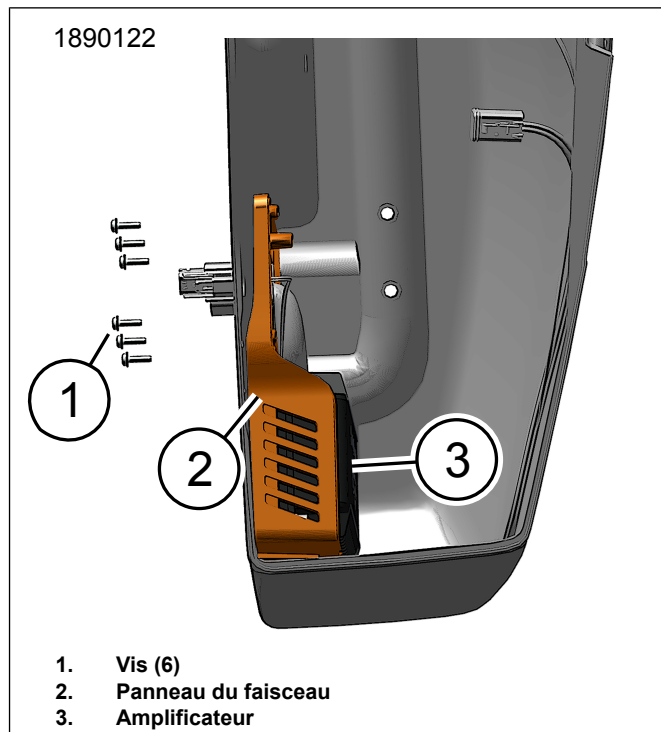

Figure 4. Panneau de faisceau d'amplificateur
- a. Voir Figure 4 et Figure 5. Installer le panneau de faisceau (2).
- b. Poser les vis (1). Serrer.